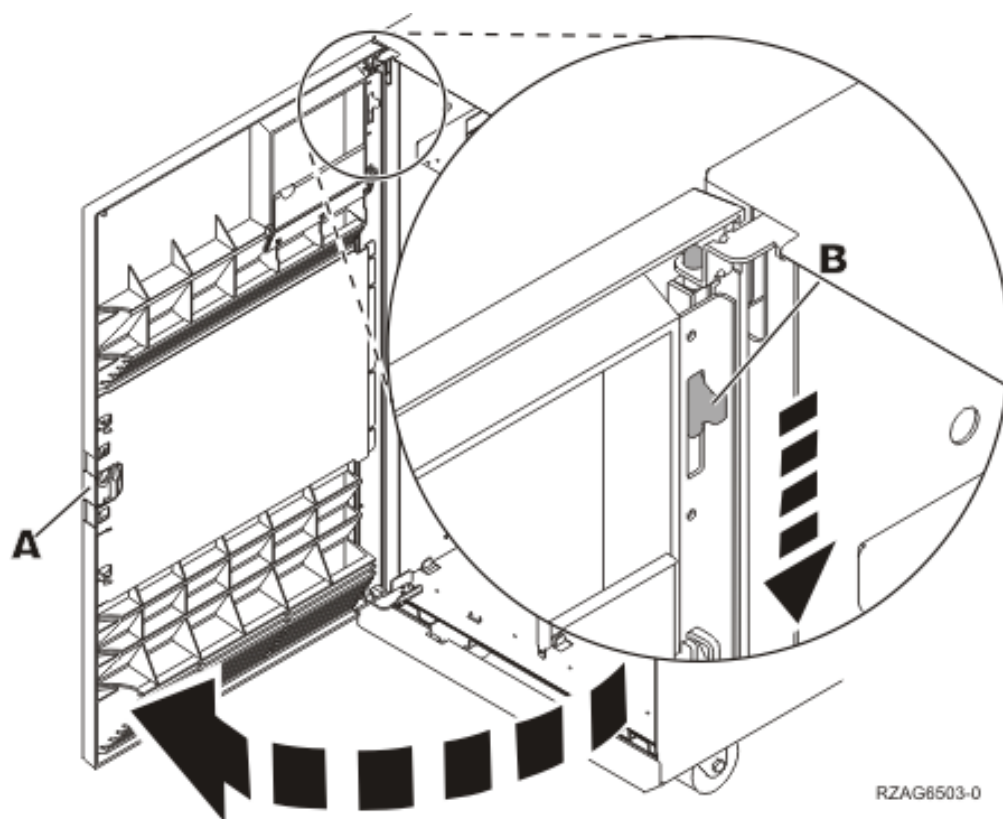
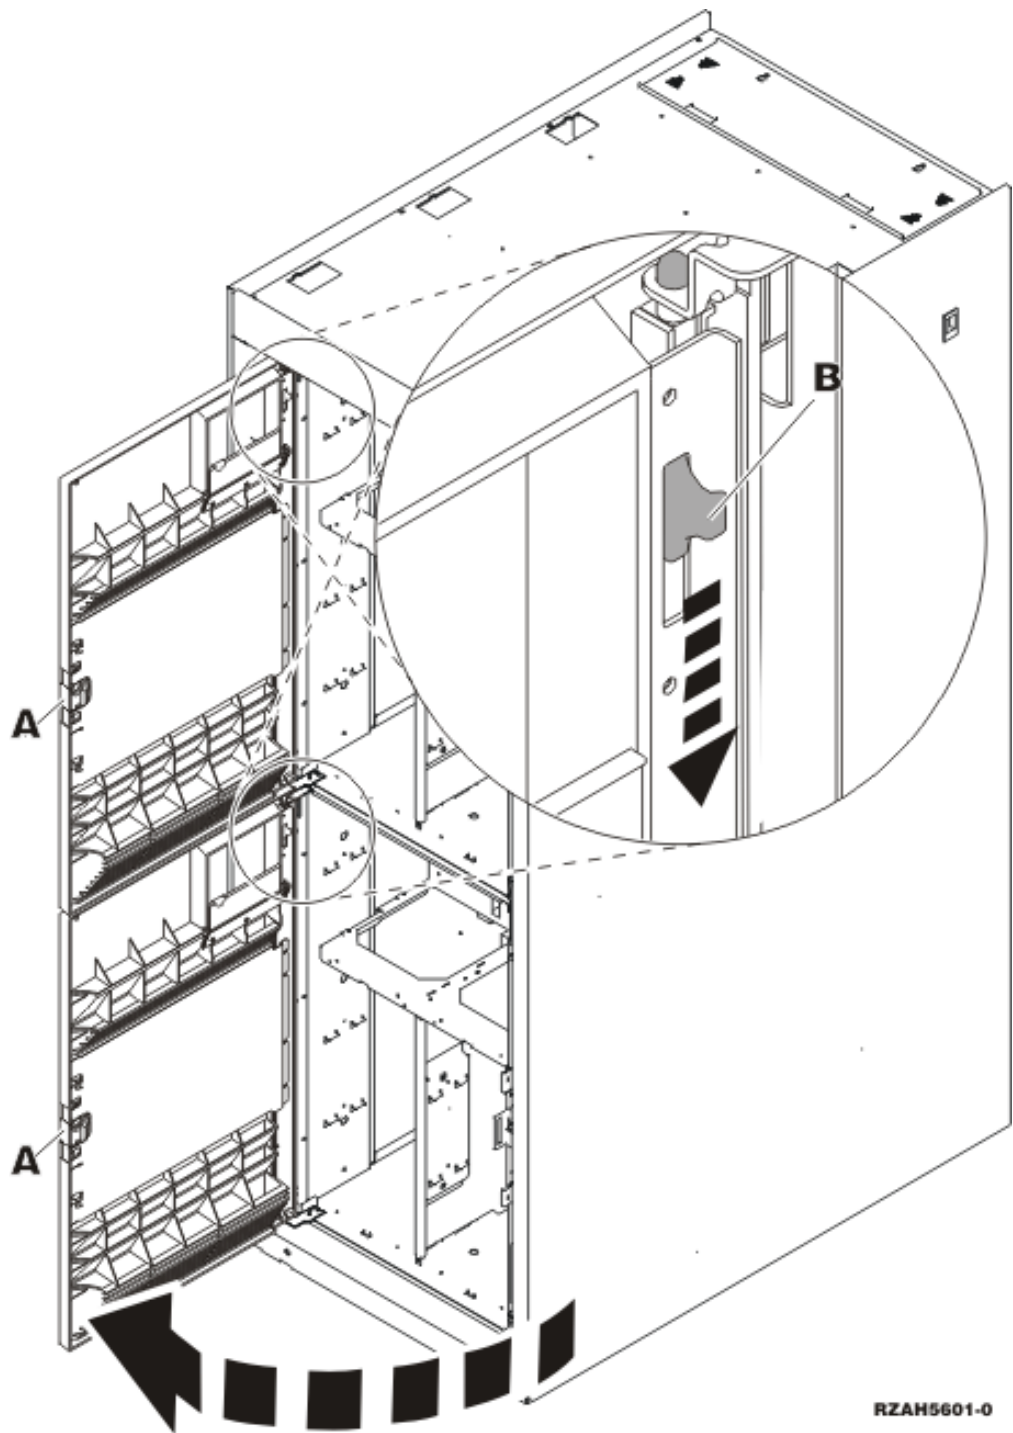

Figura 3. Abrir a porta da cobertura frontal (5074, 5094, 5095, 8093, 830, 840, 870, 890)
Figura 4. Abrir a porta da cobertura frontal (5079)
- ___ 2. Abra a cobertura frontal **A** (Figura 3 na página 7, 5074, 5094, 5095, 8093, 830, 840, 870 ou 890; Figura 4 na página 8, 5079 ou 5294).
- ___ 2. Abra a cobertura frontal **A** (Figura 3, 5074, 5094, 5095, 8093, 830, 840, 870 ou 890; Figura 4 na página 8, 5079 ou 5294).
- ___ 3. Abra a cobertura frontal **A** (Figura 3 na página 7, 5074, 5094, 5095, 8093, 830, 840, 870, 890; Figura 4 na página 8, 5079 ou 5294).
- ___ 4. Se necessário, utilize o trinco mostrado em **B** para remover a cobertura frontal (Figura 3 na página 7, 5074, 5094, 5095, 8093, 830, 840, 870, 890; Figura 4 na página 8, 5079 ou 5294).